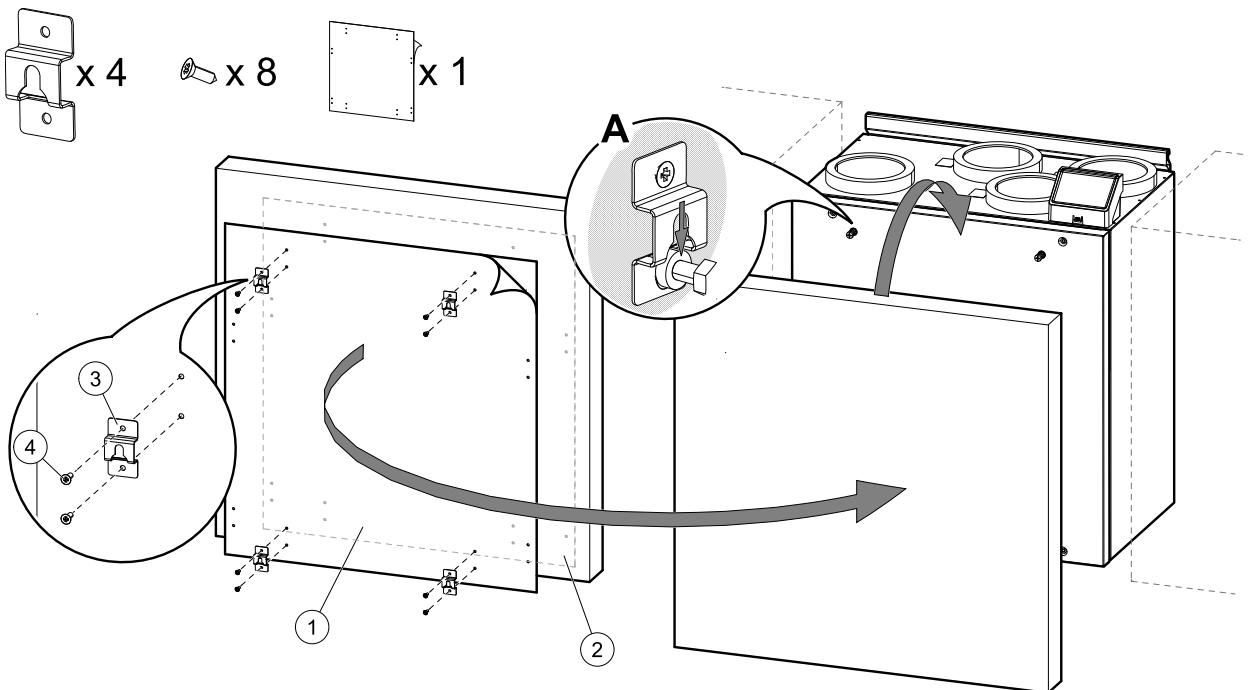

Bild 21 Installation der Modulhaken und Einbau der Frontplatte des Küchenmöbels
2. Aufkleber mit Markierung der Löcher (Abbildung 21, Pos. 1) ist im Lieferumfang enthalten. Die markierten Löcher sind zur Kennzeichnung der Position für die Schrauben zur Befestigung der Modulhaken. Den Aufkleber auf die Rückseite der Frontplatte des Küchenmöbels kleben, Abbildung 21, Pos. 2), die Position des Aufklebers entsprechend der Plattengröße und der Position des Lüftungsgerätes zwischen den Schränken wählen. Die Größe des Aufklebers entspricht der des Gerätes.
Wenn die richtige Position bestimmt ist, befestigen Sie die vier Haken (Abbildung 21, Pos. 3) mit je zwei Schrauben (Abbildung 21, Pos. 4). Hängen Sie die Frontplatte des Küchenmöbels an die vorstehenden Schrauben (Abbildung 21, Pos. A).